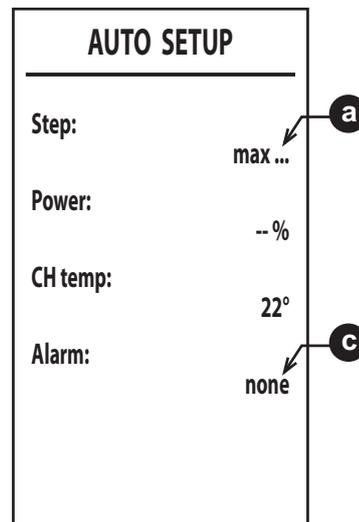

fig. 51
- Dacă faza de aprindere eșuează, apare mesajul **[max_err]** la punctul **a** și un cod de eroare la punctul **c** (fig. 51). Cauzele posibile pentru lipsa aprinderii sunt enumerate în **Nota 2**. Ieșiți din Auto Setup cu tasta **↻**, rezolvați anomalia și repetați procedura de la punctul 1.